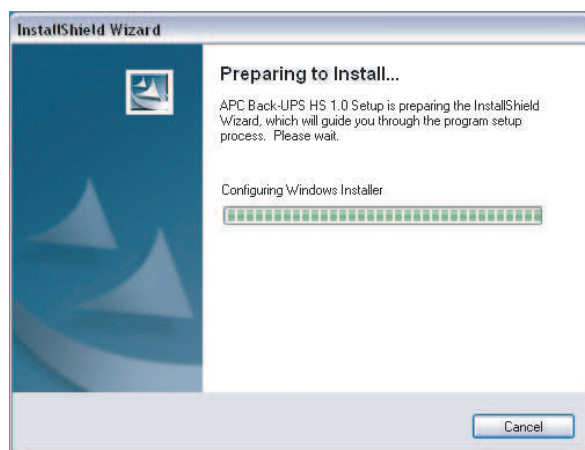

Рисунок 1. Окно программы InstallShield Wizard
2. Дважды щелкните иконку дисководов **CD-ROM**, а затем снова дважды – иконку **setup.exe**. При этом запустится программа инсталляции, которая выведет на дисплей окно **Мастера установки (InstallShield Wizard)** (Рис. 1). После этого начнется процедура инсталляции ПО. Для её прекращения нажмите кнопку **Cancel (Отмена)**.